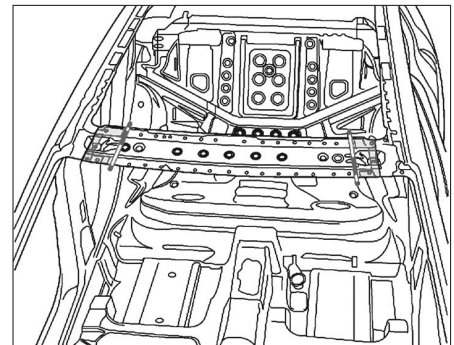

FIG. 37
- Procéder à une découpe grossière au niveau du cadre de pavillon (Fig.37).